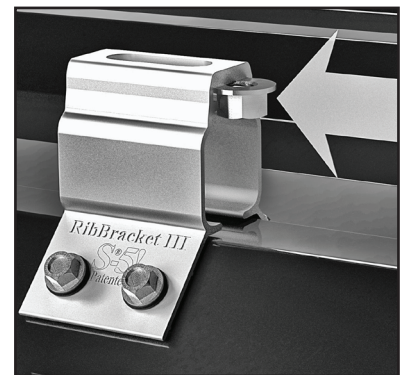

Fig. 4 Inserte la tuerca M8 suministrada
4. Desde cualquier extremo del RibBracket, deslice la tuerca de brida hexagonal M8-1,25 incluida (con la brida hacia arriba) en la ranura superior (**Fig. 4**). El RibBracket ya está listo para instalar elementos auxiliares utilizando un perno M8 estándar, o el perno fotovoltaico para aplicaciones fotovoltaicas de fijación directa utilizando el PVKIT de S-5!, a través del orificio pasante superior ranurado y de la tuerca hexagonal previamente insertada. Para las aplicaciones de fijación crítica que utilizan un perno de brida hexagonal M8-1,25 X 16 mm, apriete el perno M8 a 160 pulgadas-libras (13 pies-libras O 18 Nm).